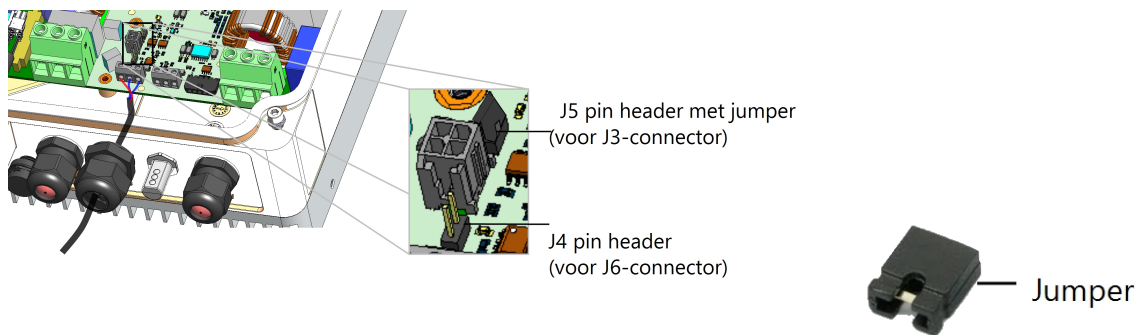

Afbeelding 5: Het verbinden van de sensorkabel aan het Smart Energy Warm Water-apparaat
5. Verbind het andere eind van de sensorkabel met het Smart Energy Warm Water-apparaat (Zie *Afbeelding 5*):
Gebruik alleen de pin header die bij de connector hoort (*Afbeelding 5*):